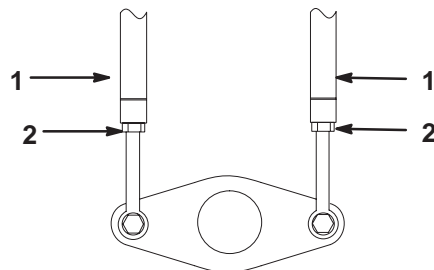

Figure 26
5. Desserrez les écrous de blocage sur les tiges de traction, sous le panneau de commande (Fig. 26).